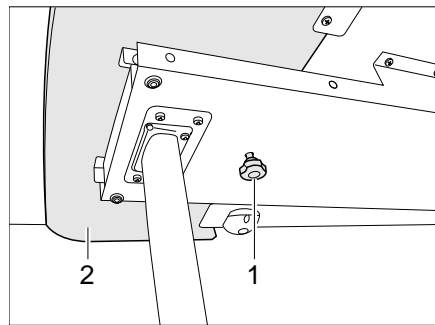
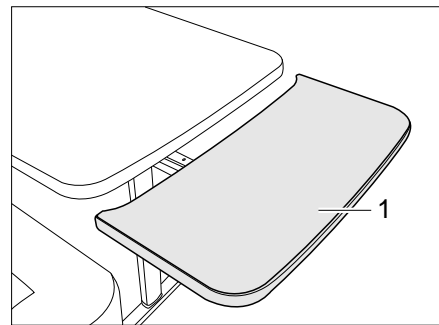

Bild 72 Verriegelung der Tischplattenverlängerung
Bild 73 Tischplattenverlängerung
- Rändelschraube (Bild 72,1) lösen.
- Tischplattenverlängerung (Bild 72,2) bis zum Anschlag herausziehen (Bild 73).
- Tischplattenverlängerung (Bild 73,1) in einem Bogen nach oben führen. Die Tischplattenverlängerung liegt bündig an der Tischplatte an.
- Tischplattenverlängerung (Bild 73,1) bis zum Anschlag von der Tischplatte wegziehen und gegen den Widerstand der Haltefedern nach unten drücken. Die Tischplattenverlängerung fährt in einem Bogen nach unten (Bild 73).
- Rändelschraube (Bild 72,1) festziehen.